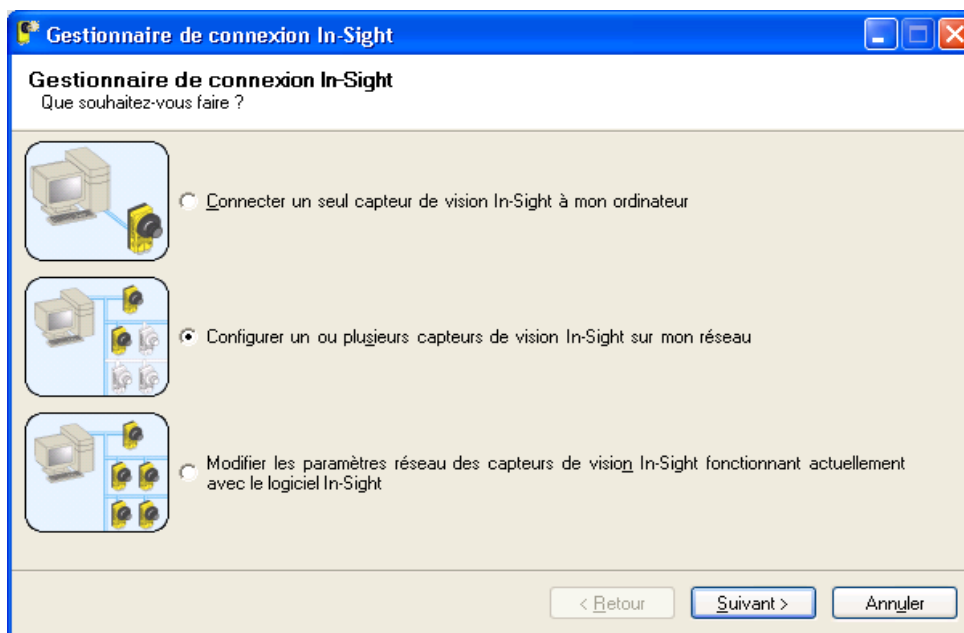

Figure 4-1 : Boîte de dialogue Gestionnaire de connexion In-Sight
3. Sélectionnez la deuxième option, « Configurer un ou plusieurs capteurs de vision In-Sight sur mon réseau » (Figure 4-1).